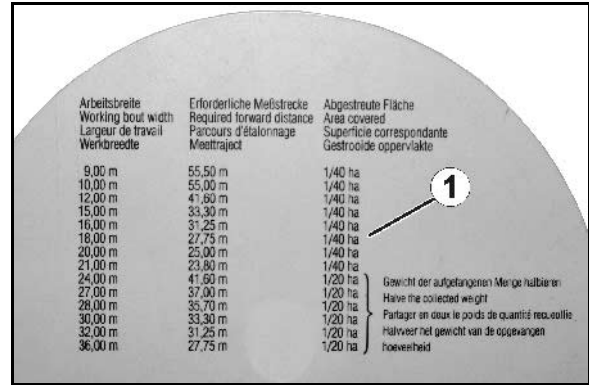

Рис. 64
3. На обратной стороне логарифмического диска (Рис. 64/1) для желаемой рабочей ширины захвата **18 м** найдите требуемый контрольный участок **27,75 м** для площади посева **1/40 га**.